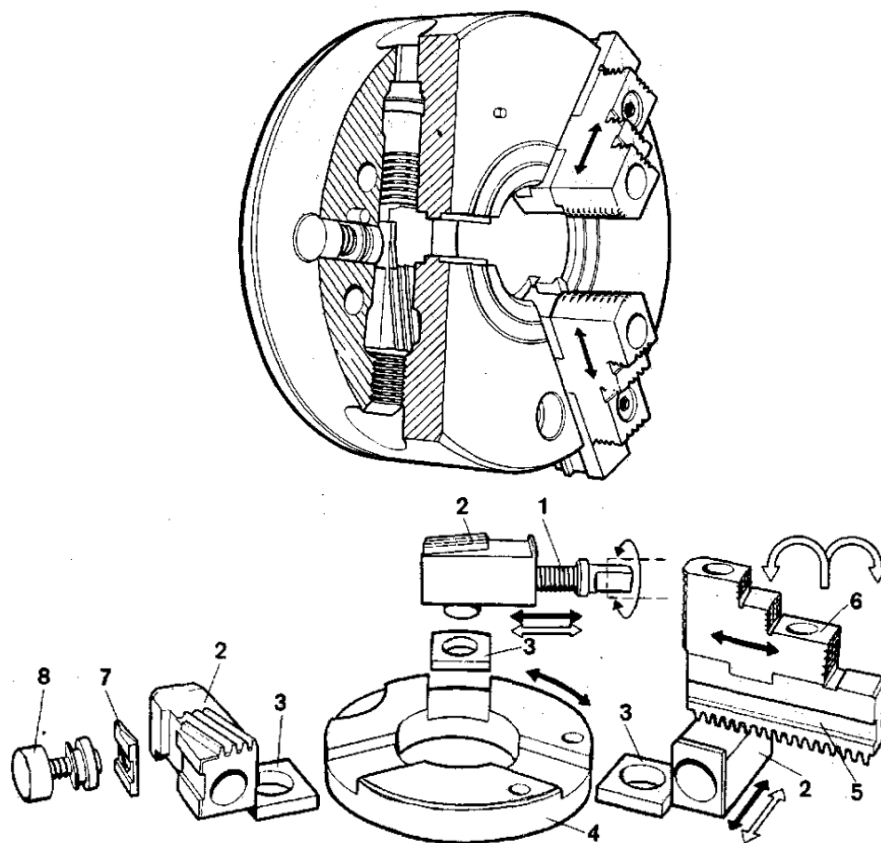

Рис. 25
2. Составьте описание конструкции и принципа действия приспособления по рис. 25.